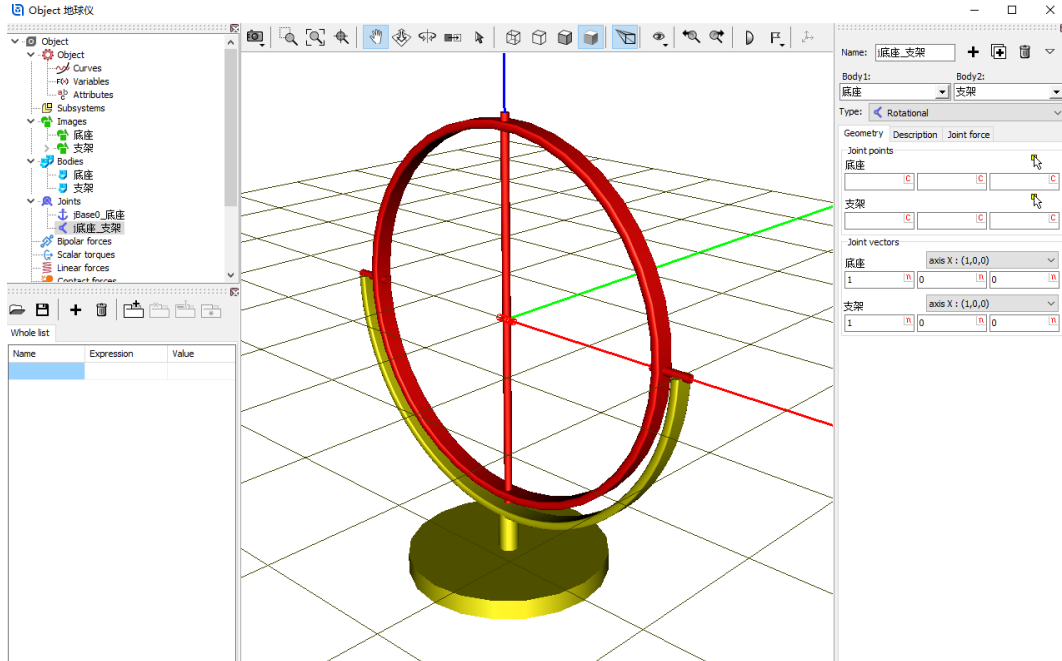

图 2-24
- 9) 从 **Type** 下拉菜单中选择 **Rotational**，保持缺省设置。表示物体 2 **支架** 相对物体 1 **底座** 具有一个转动自由度，铰点位于底座的原点，转动轴是底座的 **X** 轴，并且支架的原点与底座的原点重合，支架的 **X** 轴与底座的 **X** 轴平行（重合），如图 2-24。